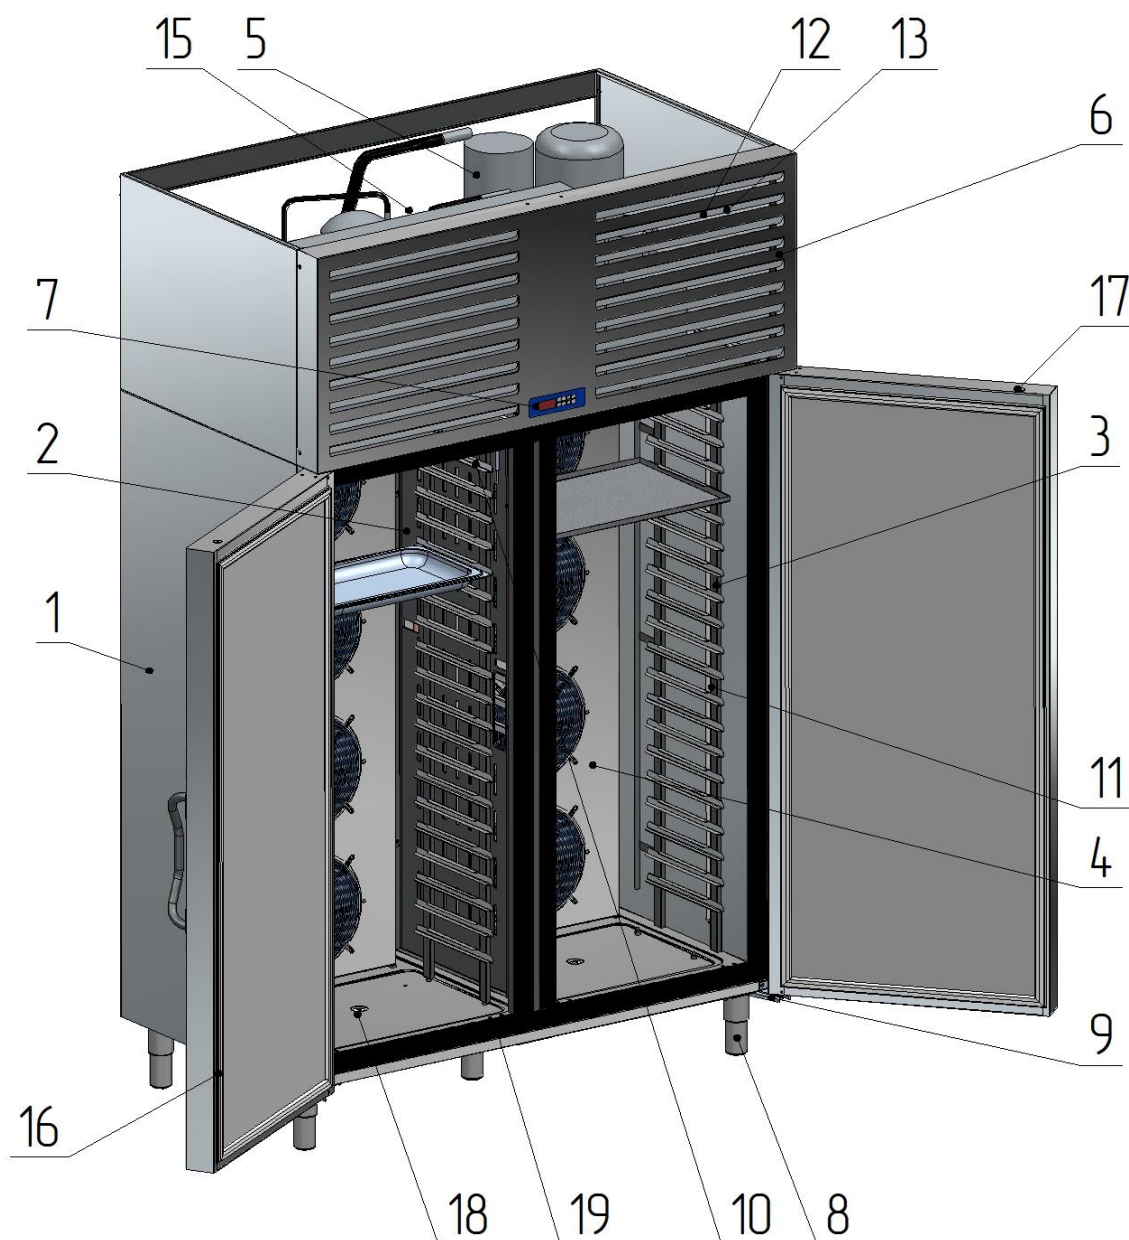

Рис. 9 Устройство шкафа ШОК-40
Устройство шкафа приведено на рис. 9.
14. датчик температуры (находятся под кожухом вентиляторов испарителя в левом верхнем углу, на рис. 9 не показан);